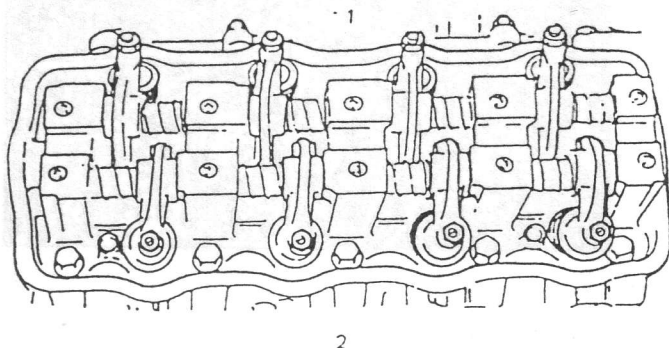

Fig. 3-6-37
- 3) Después de instalar los balancines, muelles y ejes de balancín de la manera ilustrada en la Fig. 3-6-37, ajuste los muelles del eje de balancín hasta el par de apriete especificado.